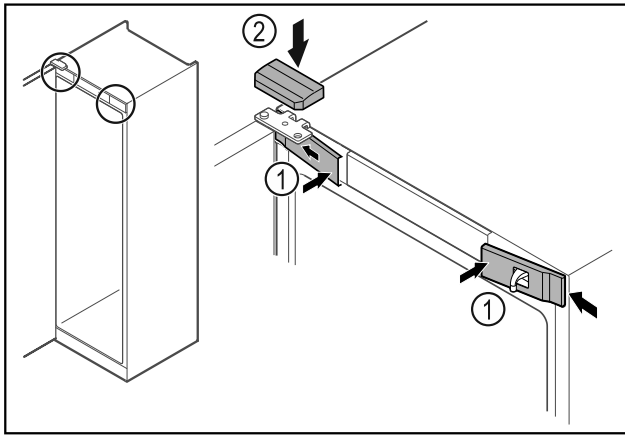

Fig. 45
- ▶ Voorste afdekkingen Fig. 45 (1) zijdelings bevestigen en vastklikken.
- ▶ Bovenste afdekking Fig. 45 (2) van boven vastklikken.